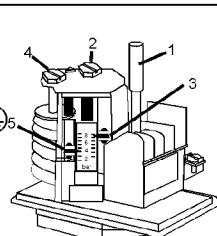

Рис. 2
Регулировка, см. рис. 2:
- Исполнение с ручным возвратом в исходное положение (FF 4-.. DRH или DDH): падение давления ниже верхней или повышение давления выше нижней точки включения и нажатие кнопки 1 возврата в исходное (рис. 2).